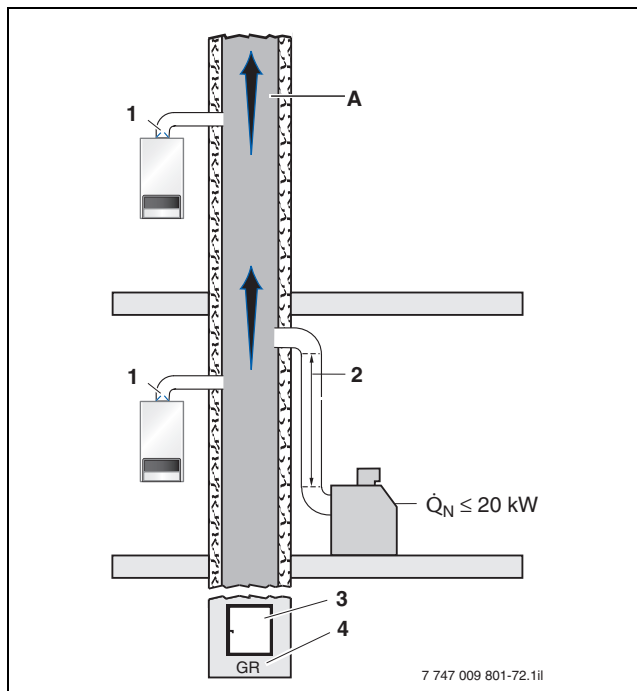

Bild 72 Anschluss von maximal zwei U154 an eine gemischt belegte Abgasanlage
- Die Verbindungsstücke der Feuerstätten für feste oder flüssige Brennstoffe müssen unmittelbar hinter dem Abgasstutzen eine senkrechte Anlaufstrecke von mindestens 1 m Höhe haben (→ Bild 72).